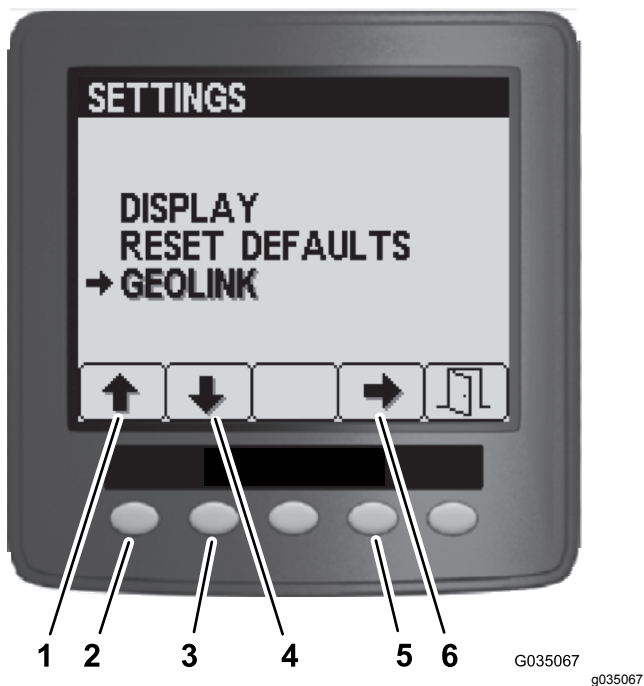

図 101
4. 「設定」Settingsメニューで、ボタン1または2を押して GeoLink がハイライトされたらボタン 4 で GeoLink のメニューに入る 図 101。